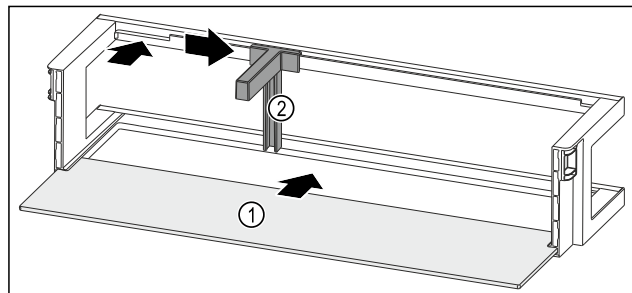

Fig. 136 Balconcino controporta con ripiano
- Inserire il ripiano Fig. 136 (1) negli incavi laterali.
- Inserire il fermabottiglie Fig. 136 (2) nell'incavo.
- Fare scorrere il fermabottiglie Fig. 136 (2) lateralmente alla posizione desiderata.